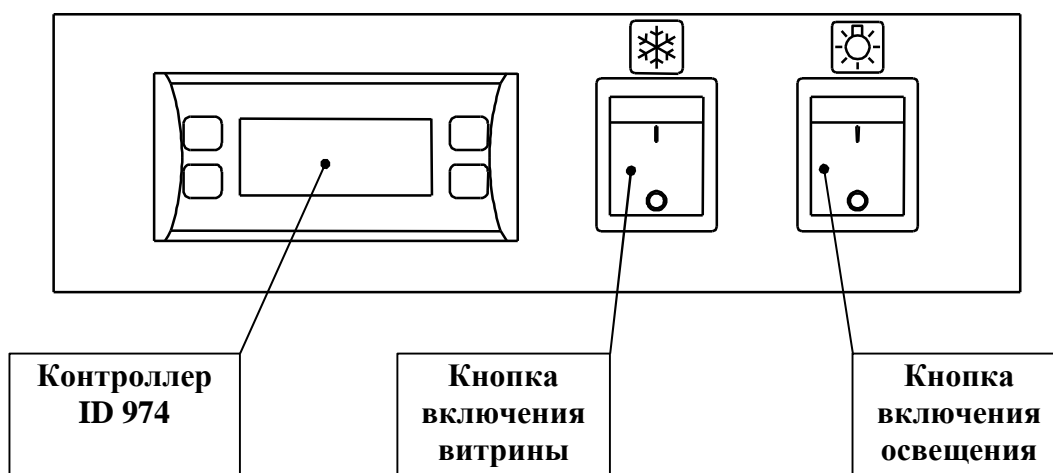

Рис. 2
- Электрическая система включает в себя панель управления (рис. 2), распределительный блок, пуско-защитный блок компрессора, панель вентиляторов испарителя, встроенный светильник. В панели управления, расположенной вверху витрины, находятся выключатели питания и освещения, электронный регулятор (контроллер). Распределительный блок электрооборудования и автоматический защитный выключатель располагаются в подставке витрины.